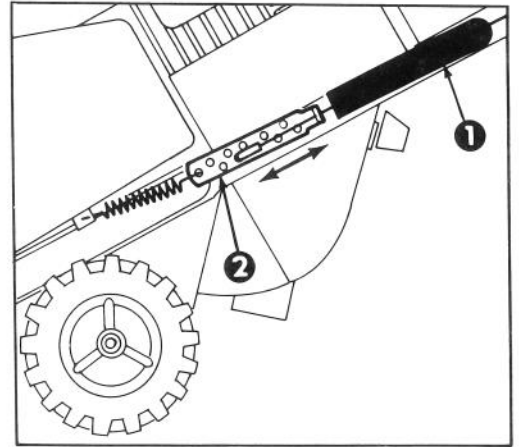

Figure 10
3. REGLAGE DU CABLE (Fig. 10) — Débranchez l'extrémité supérieure de câble de l'orifice situé dans le support de la barre de commande. Faites glisser le cache-ressort vers le haut du câble pour dégager le dispositif de réglage du câble. Débranchez l'extrémité du câble du dispositif de réglage du câble et replacez-la dans un orifice plus ou moins élevé sur le dispositif de réglage, selon le cas, pour atteindre un écartement adéquat de 1/16-1/8" (1,59 mm - 3,18